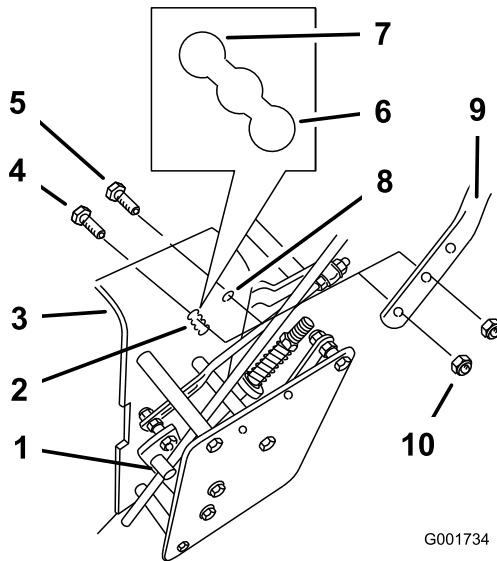

Figura 23
2. Afloje los pernos con arandela prensada superiores (3/8 x 1-1/4 pulgada) y la tuerca con arandela prensada que sujetan el manillar al bastidor trasero (Figura 23).
3. Quite los pernos inferiores con arandela prensada (3/8 x 1 pulgada) y las tuercas con arandela prensada que sujetan el manillar con el bastidor trasero (Figura 23).